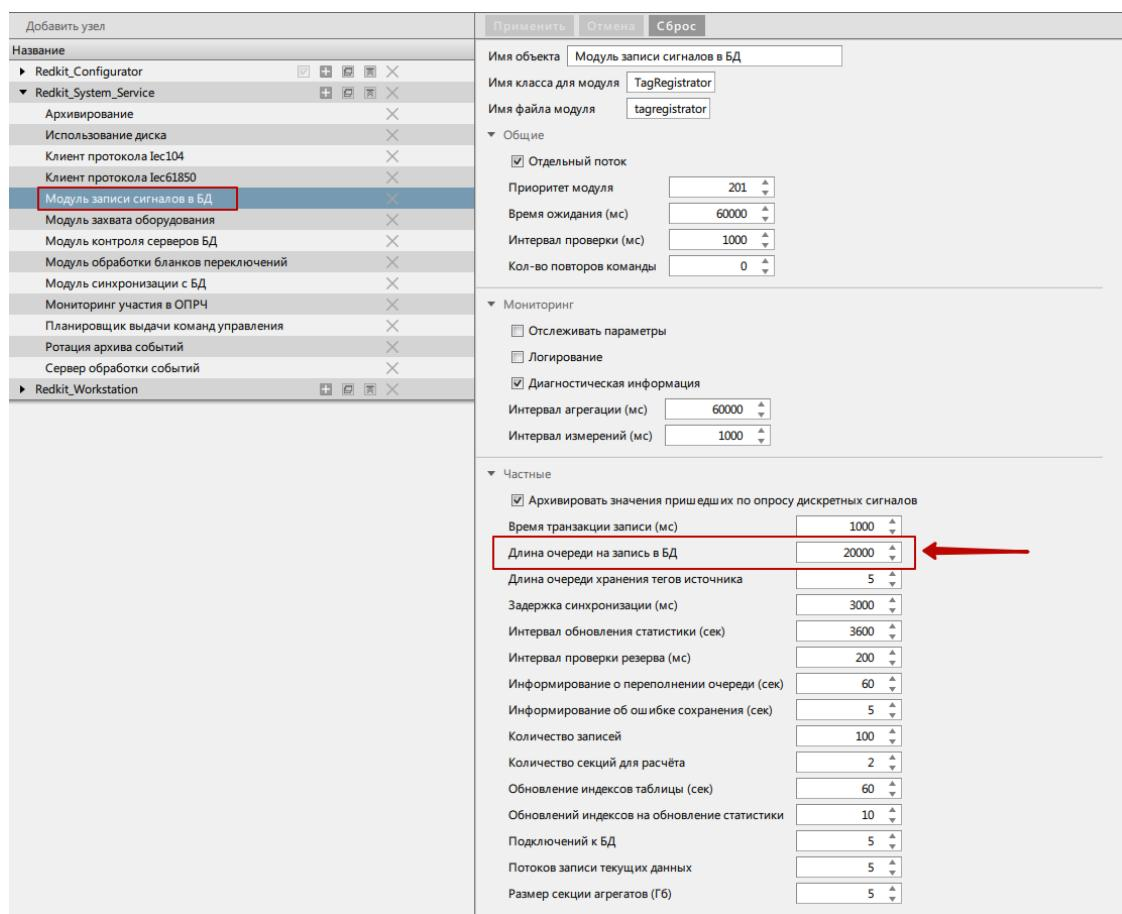

Рисунок 165 - Увеличение длины очереди тегов
10. На этой же вкладке в сервисных узлах (*Redkit_System_Service* или *Redkit_Master* и *Redkit_Slave*, в зависимости от типа конфигурации) выберите **Модуль записи сигналов в БД**, найдите строку «Длина очереди на запись в БД» и увеличьте текущее значение до 20 000 тегов (Рисунок 165). Для сохранения изменений нажмите **Применить**.